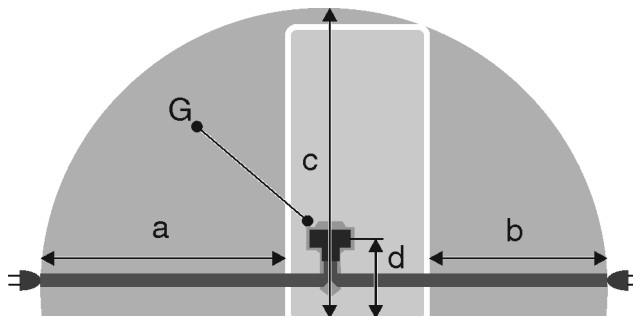

Fig. 23 \*
- Gniazdko nie jest umieszczone za urządzeniem, tylko w obszarach a lub b *Fig. 23 (a, b, c)*.
- ▶ Wtyczkę urządzenia *Fig. 23 (G)* podłączyć z tyłu urządzenia. Zwrócić uwagę na prawidłowe zazębienie.